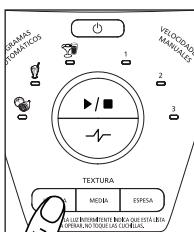

Fig. 21
- Para cambiar la selección de textura, presione uno de los tres botones de las selecciones de textura adecuado para su receta (Fig. 21).